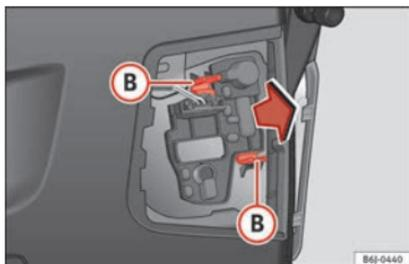

Fig. 201 Smontaggio del portalampadine.
- Smontare il portalampadine premendo sui clip di fissaggio **B** »» fig. 201 ed estraendolo.